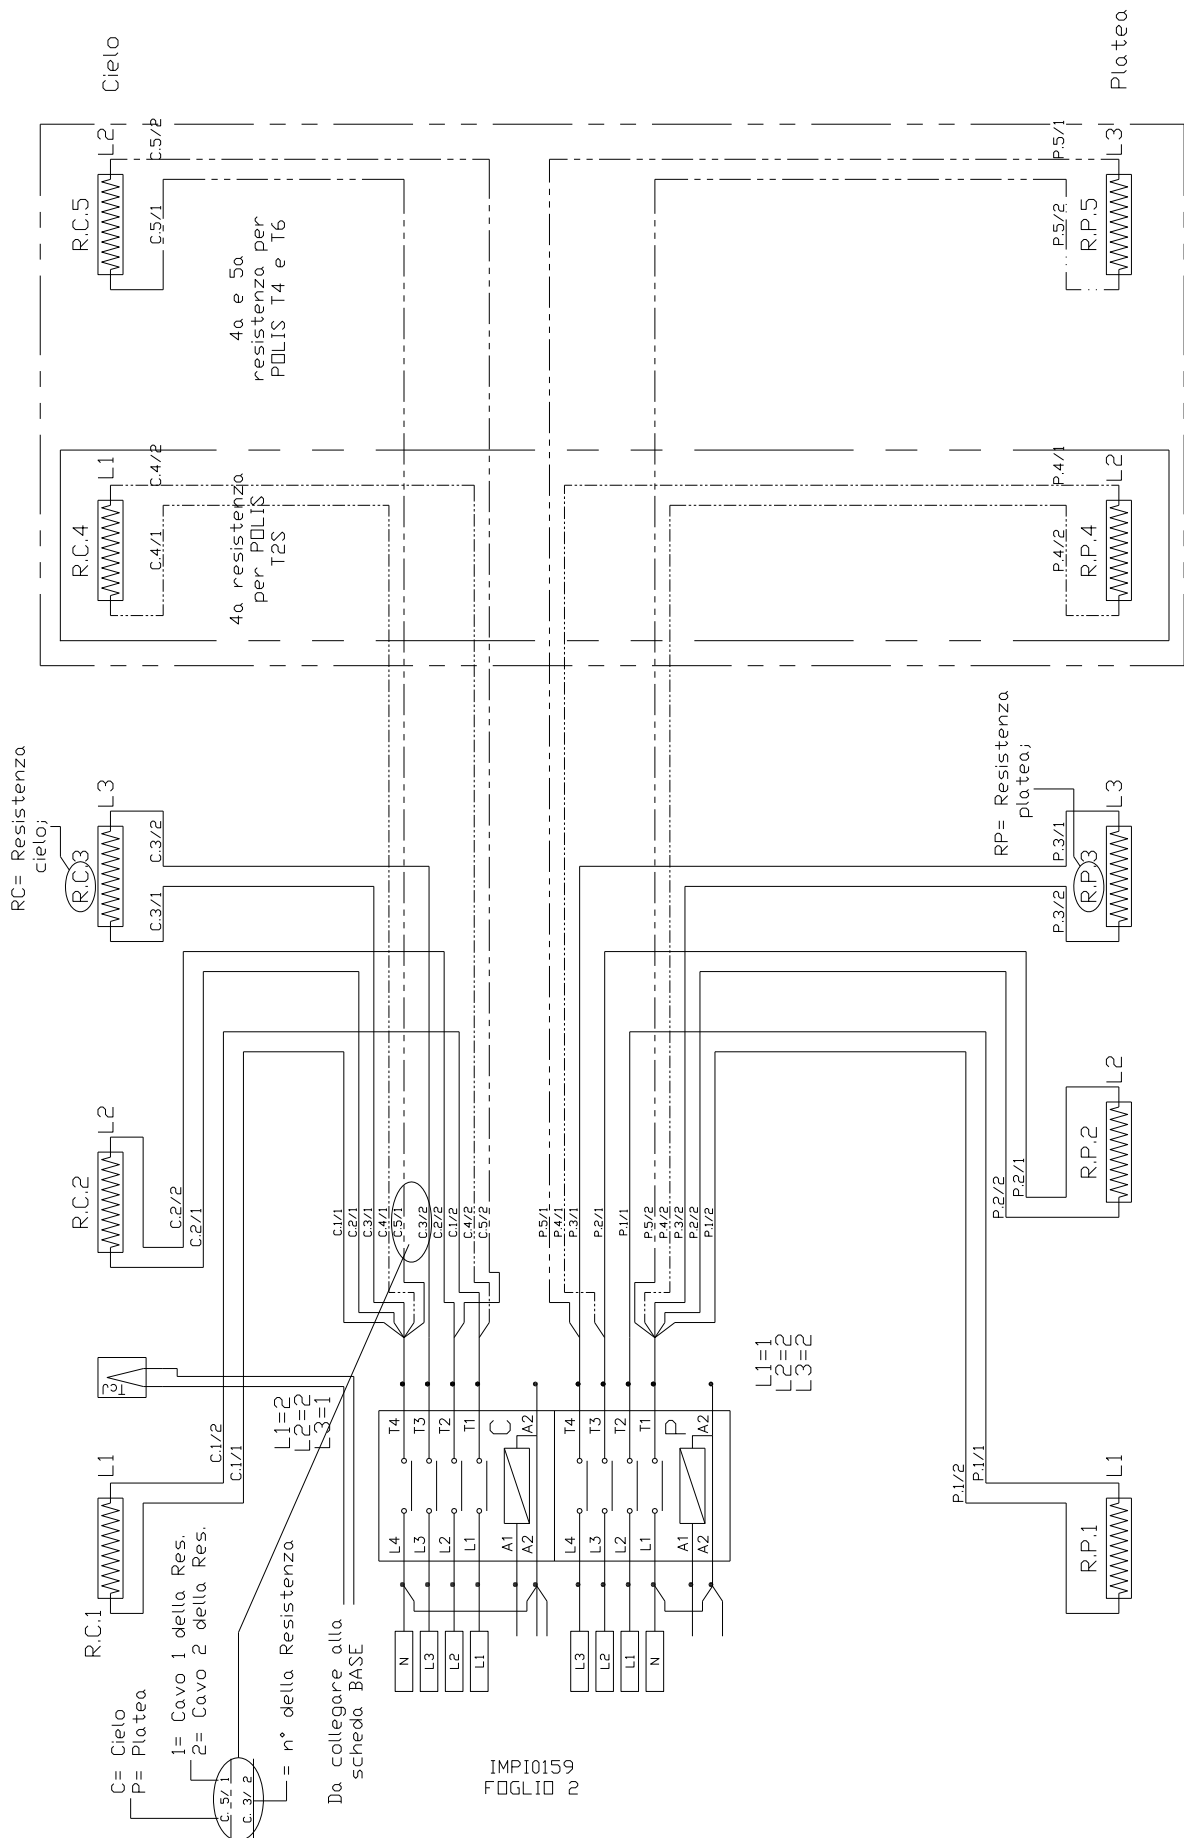
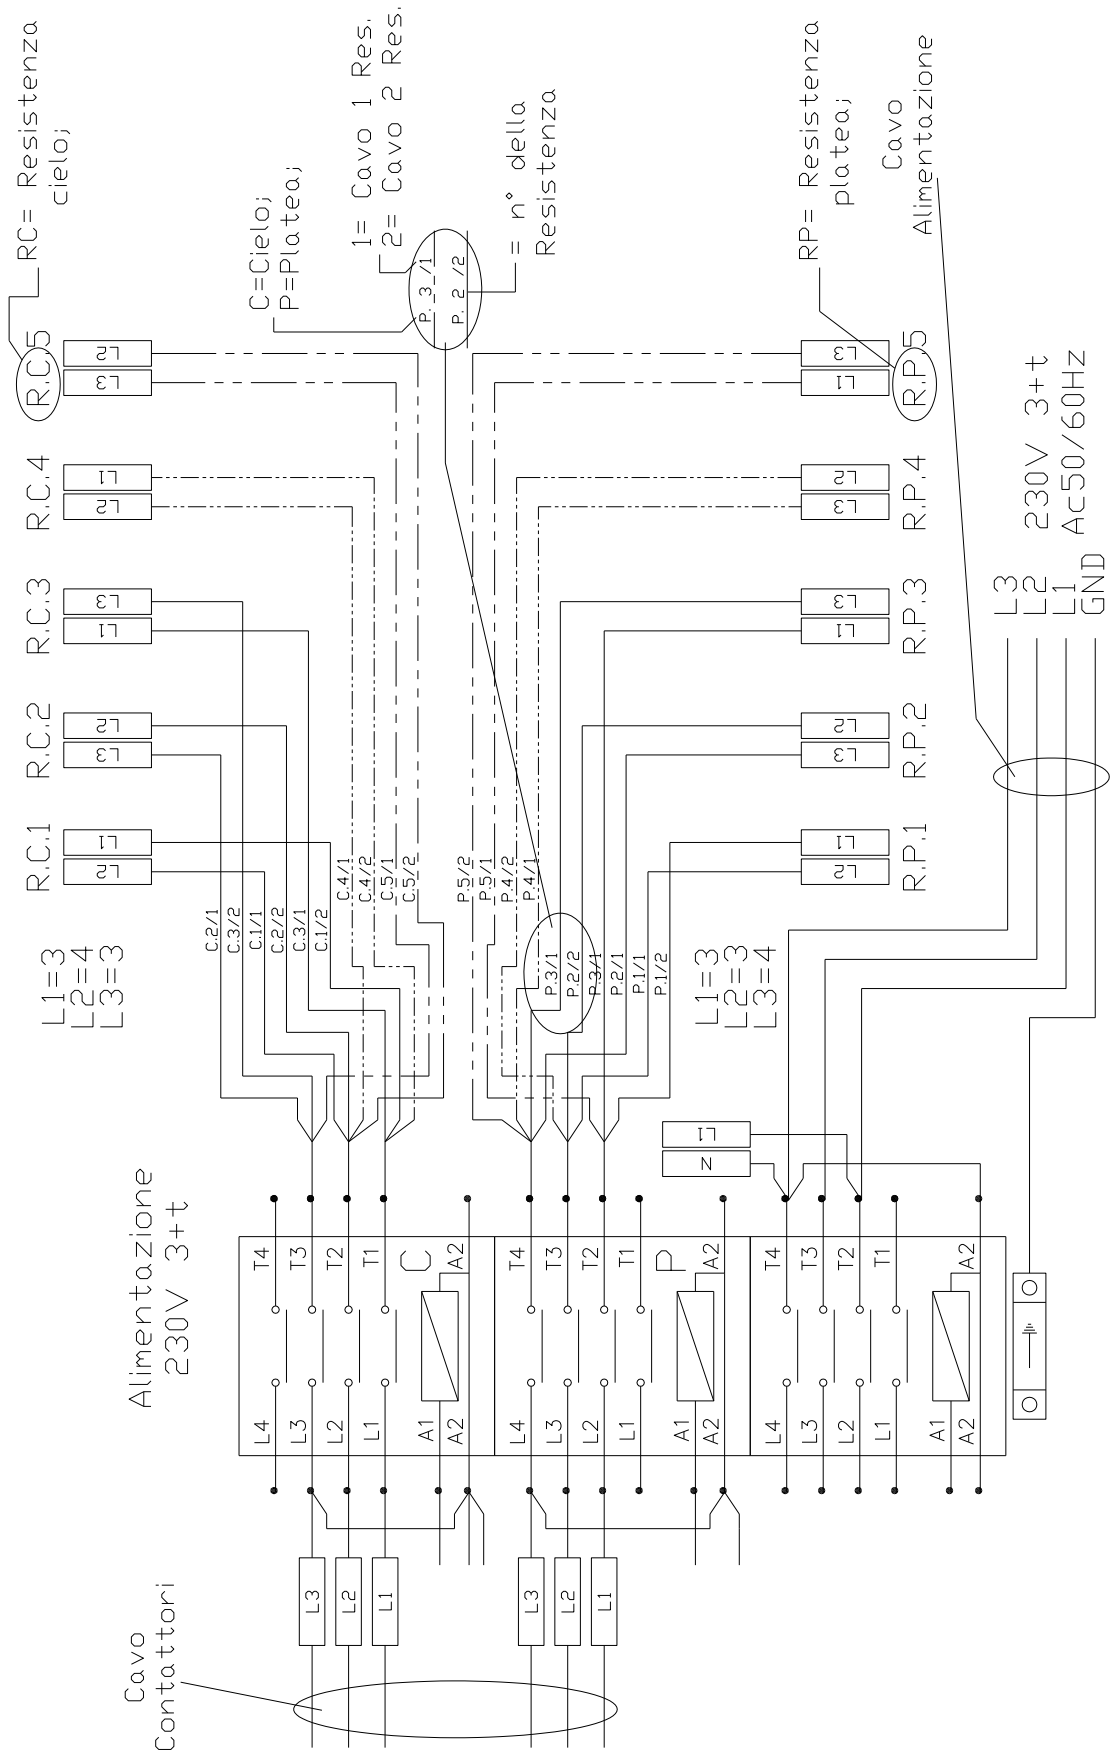
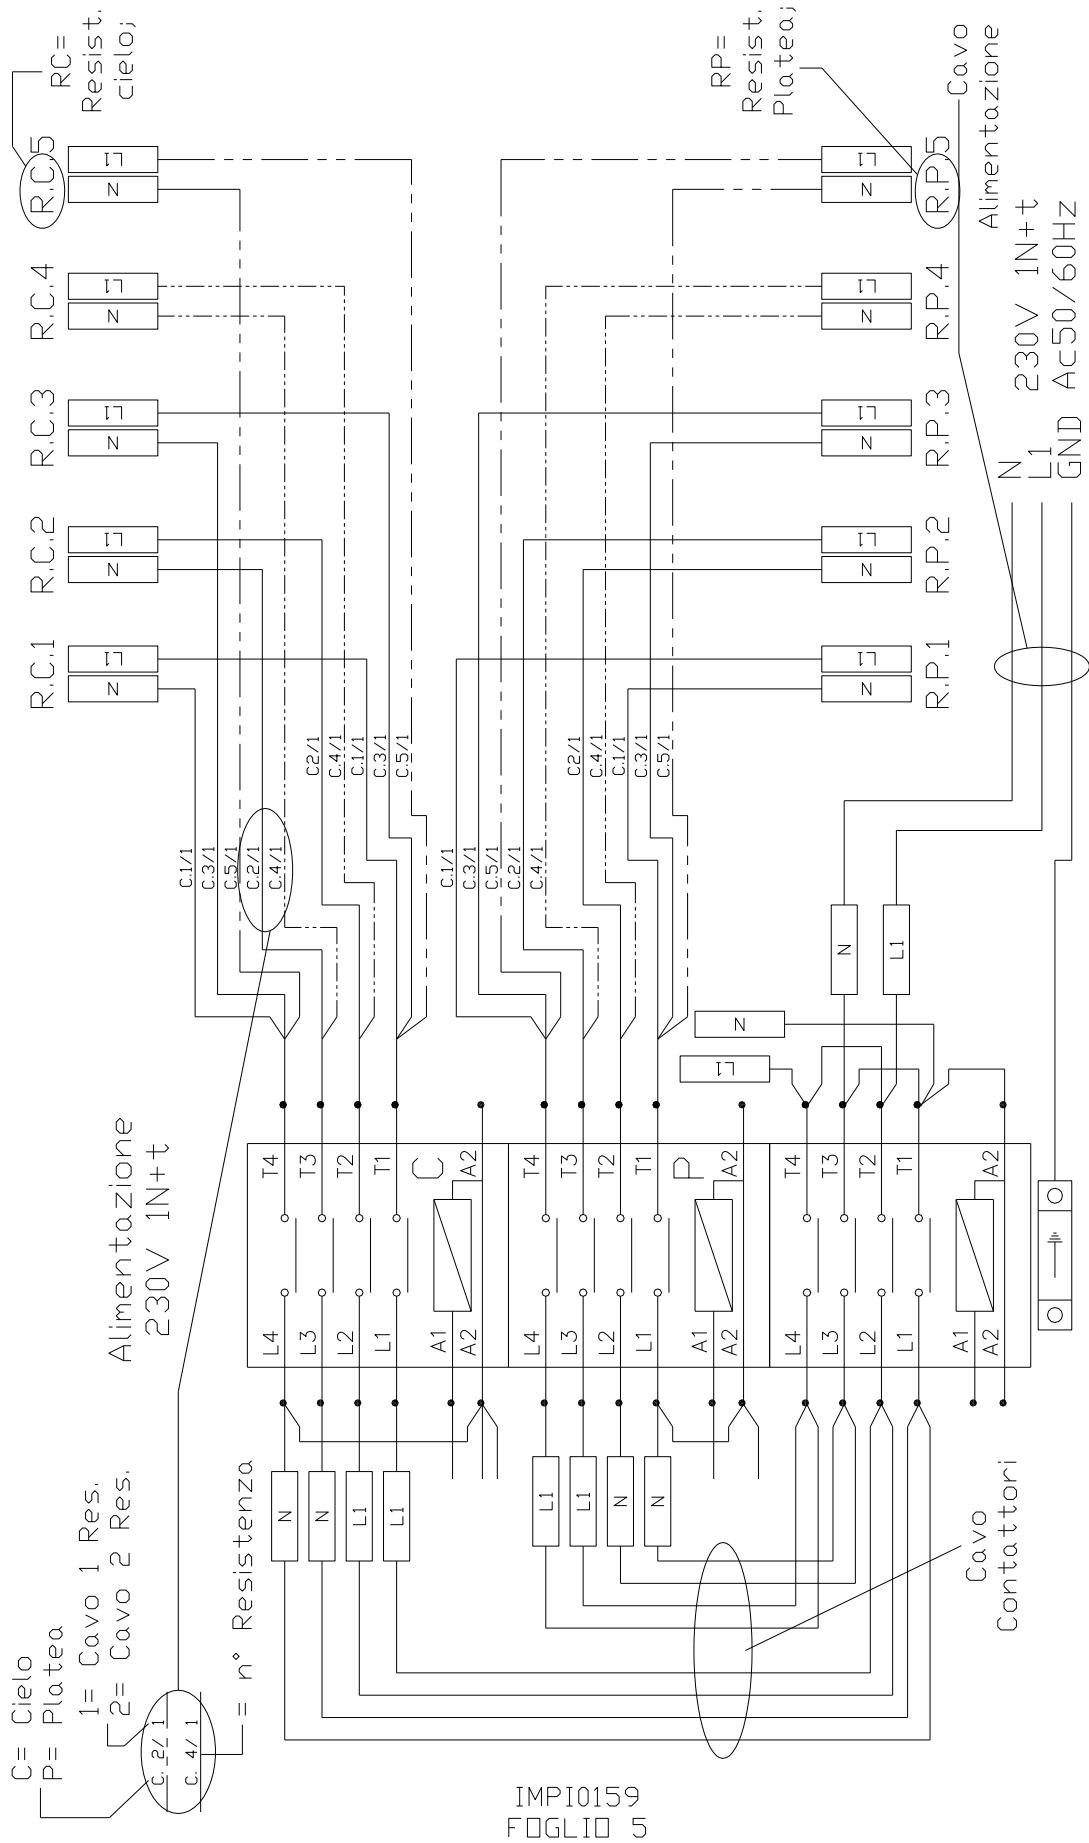
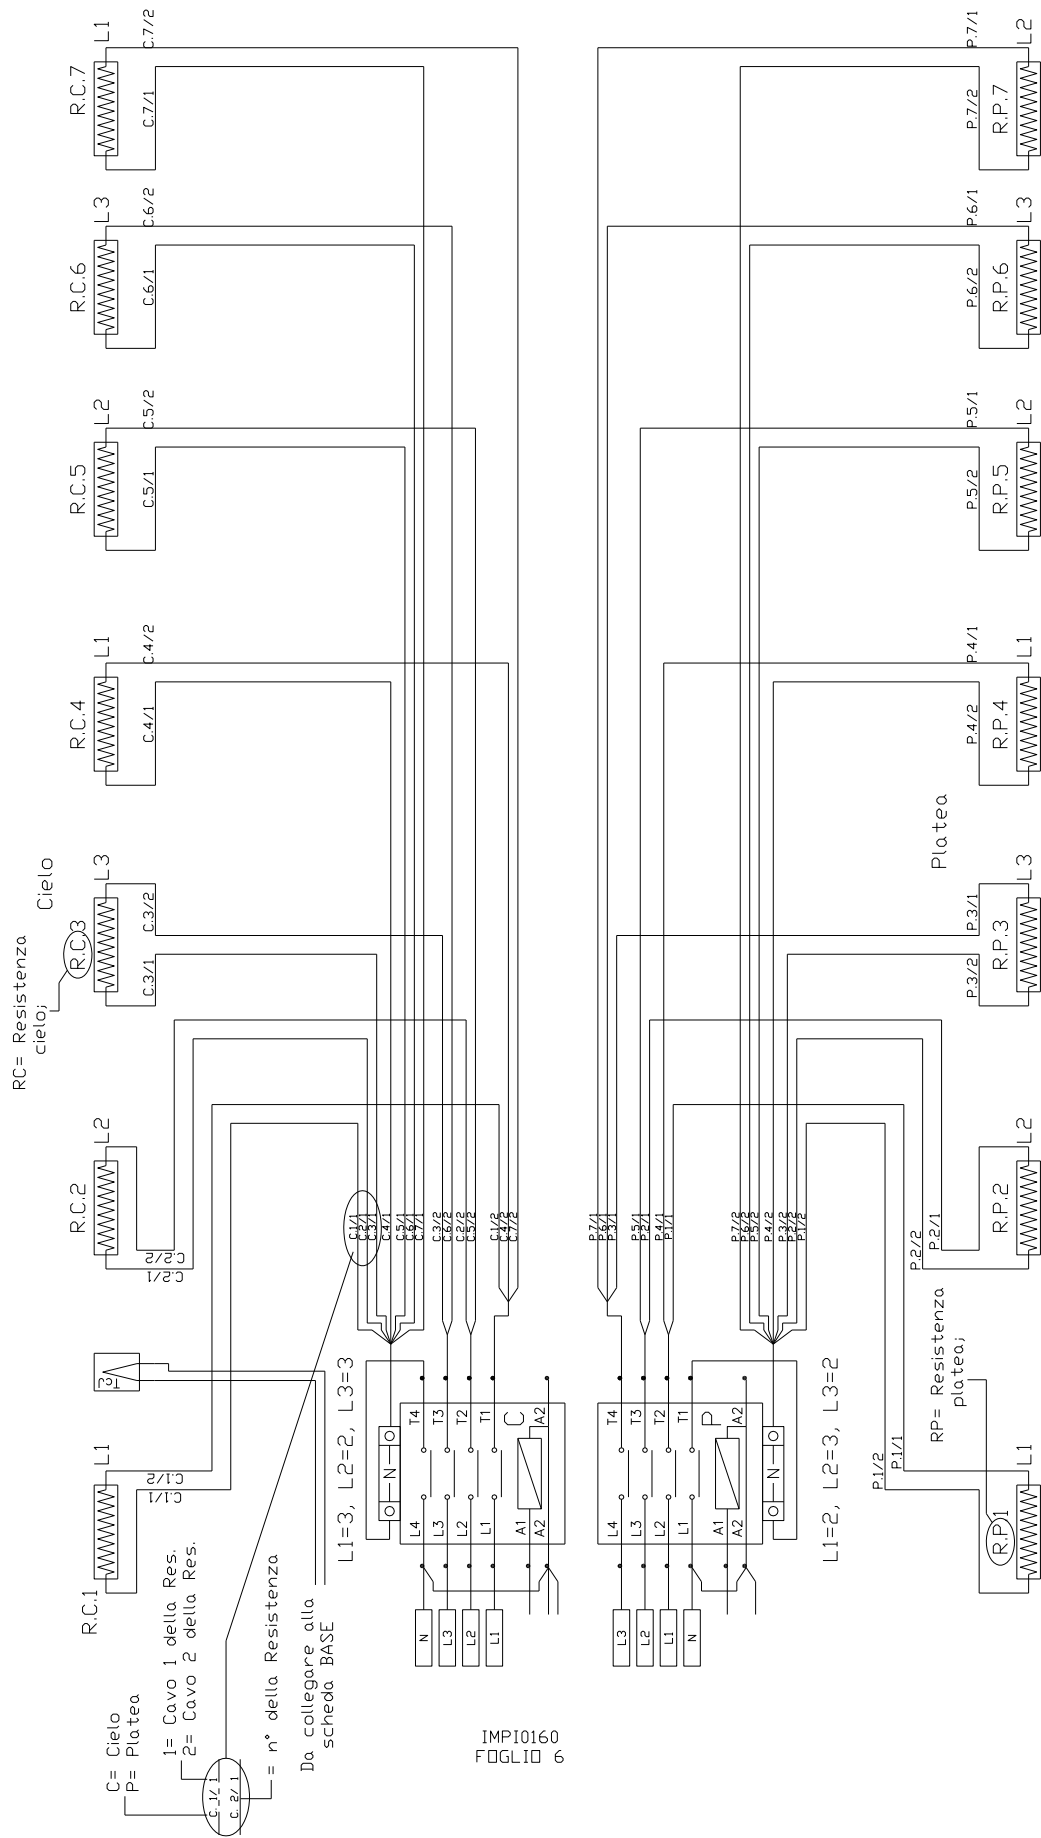

Fig. 9-2 Schema elettrico a 400V 3-N (collegamento di potenza)
Fig. 9-4 Schema elettrico a 230V 3 (collegamento di potenza)
Fig. 9-5 Schema elettrico a 230V 1-N (collegamento di potenza)
Fig. 9-6 Schema elettrico a 400V 3-N solo per modello Teorema Polis Pw 8 (collegamento di potenza)
Le Fig.9-1, Fig.9-2, Fig.9-3, Fig.9-4, Fig.9-5, Fig.9-6, Fig.9-7 riportano gli schemi elettrici a 400V 3-N, 230V 3 e 230 1-N.
2. sostituzione del cavo di alimentazione con uno di sezione adeguata ai nuovi assorbimenti, vedi Fig.9-1, Fig.9-4, Fig.9-5, Fig.9-6, Fig.9-7;
3. modifica del collegamento del cavo, vedi Fig.9-1, Fig.9-4, Fig.9-5, Fig.9-6, Fig.9-7;
Staccare tutti i fili delle resistenze dai teleruttori e riconnetterli a seconda della tensione, vedi schemi Fig.9-2, Fig.9-3, Fig.9-4, Fig.9-5, Fig.9-6, Fig.9-7.